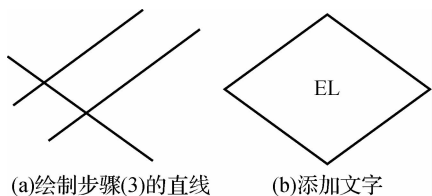

图 3-48 电控锁
(3) 执行“直线”命令,指定任意一点作为起点,绘制一条与水平方向成  $36^\circ$  的向下倾斜直线,且该直线与步骤(1)所绘直线相交,如图 3-48(a)所示。
(4) 执行“偏移”命令,在步骤(3)所绘直线上偏移出距离为 8 mm 的直线。
(5) 执行“修剪”命令,修剪出菱形。
(6) 执行“文字”命令,输入图 3-48(b)所示文字,完成电控锁符号的绘制。